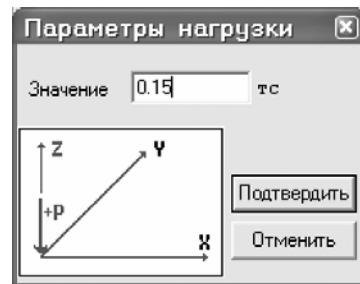

Рис.8.16. Диалоговое окно Параметры местной нагрузки
- Щелчком по кнопке сосредоточенной силы вызовите диалоговое окно **Параметры нагрузки** (рис.8.16).